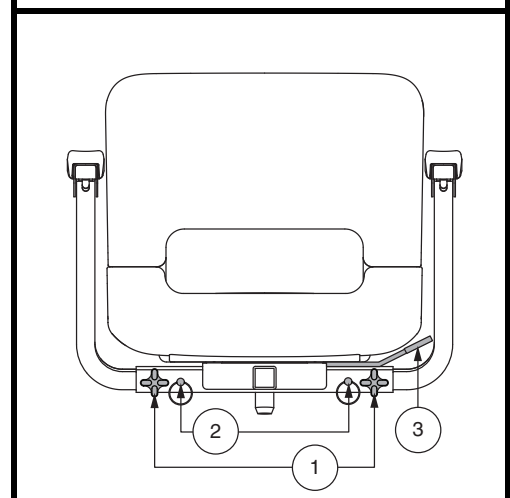

Figure 15. Ajustes en el asiento – Estilo A
1. Tire hacia arriba de la palanca de bloqueo para desbloquear el asiento (**fig. 15 o 16**).